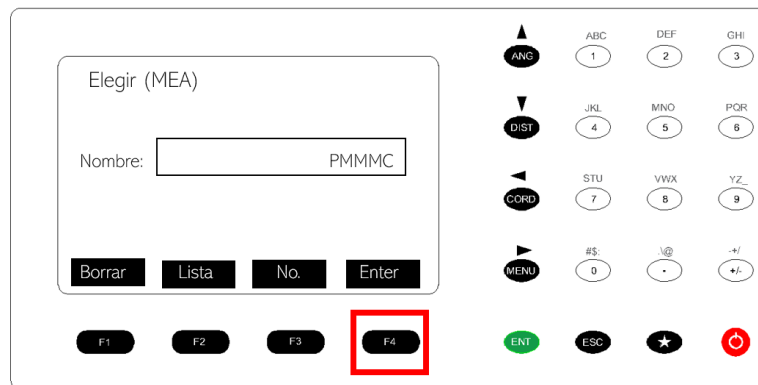

Figura 13. Comandos de la estación total.
18. Seleccionar el proyecto en el que se está trabajando o en su defecto crear un nuevo proyecto. Y presionar F4 Enter. Figura 13.